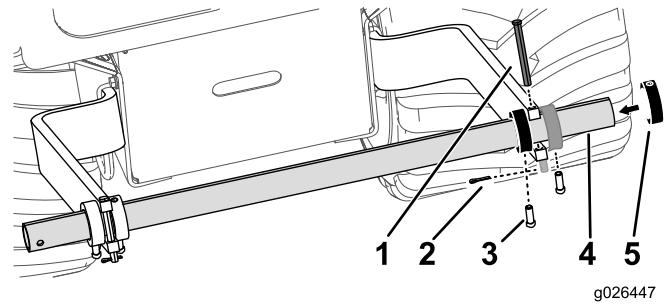

Figure 2
3. Placez les 2 collets de butée extérieurs sur le tuyau du porte-bobine et fixez-les au moyen de 4 vis de maintien (3/8 po), comme montré à la Figure 2.
4. Insérez les 2 axes de chape pour bloquer le tuyau du porte-bobine et fixez-les au moyen des 2 goupilles fendues (Figure 2).